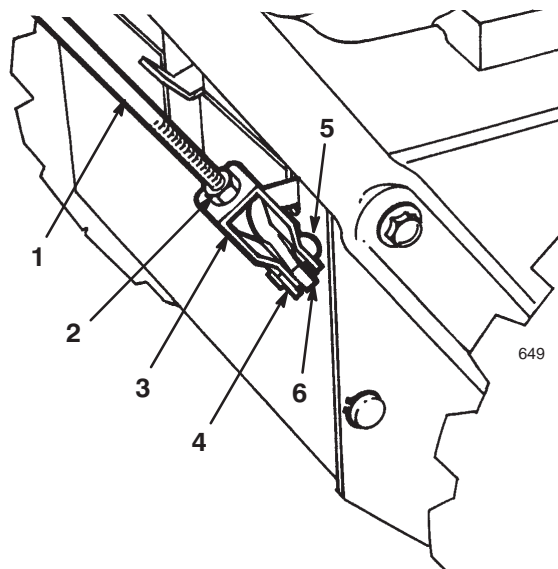

Figure 7
1. Desserrez l'écrou de blocage au-dessus de la chape sur la tige de commande supérieure (Fig. 7).
2. Alignez les trous de la chape et de la tige de commande inférieure, et insérez l'axe de chape (Fig. 7).
- C. Faites monter ou descendre la chape sur le filetage selon que vous souhaitez accroître ou réduire l'écart entre le haut de la poignée et le bas de la manette de commande de tarière/roue hélice (Fig. 7).
6. Quand le réglage est correct, remplacez l'axe de chape et attachez-le à l'aide de la goupille fendue (Fig. 7).
7. Serrez l'écrou de blocage pour fixer la chape (Fig. 7).